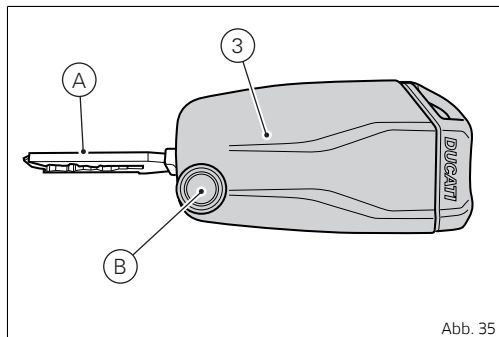

Abb. 35
Das Key-on erfolgt auf das Drücken der Taste (7) am Lenker und bei Vorhandensein des aktiven Schlüssels (3, Abb. 35 S.61).
Das „Key-off“ erfolgt auf das Drücken der Taste (7) am Lenker, auch wenn der Schlüssel (3, Abb. 35 S.61) nicht vorhanden ist, dies jedoch nur bei einer Fahrzeuggeschwindigkeit gleich Null.
Das Key-on erfolgt auf das Drücken der Taste (1) am Hands Free-Block und bei Vorhandensein des aktiven Schlüssels (3, Abb. 35 S.61).
Das Key-off erfolgt auf das Drücken der Taste (1) am Hands Free-Block auch ohne vorhandenen Schlüssel (3, Abb. 35 S.61).